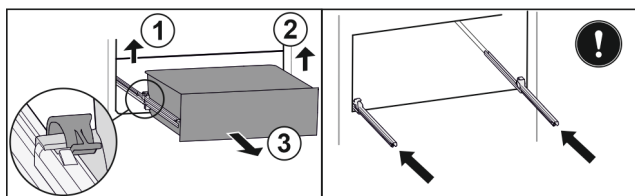

Fig. 79
- ▶ Podnieść lewy zacisk i wysunąć jednocześnie szufladę po lewej do przodu. Fig. 79 (1)
- ▶ Podnieść prawy zacisk i wysunąć jednocześnie szufladę po prawej do przodu. Fig. 79 (2)
- ▶ Wyjąć szufladę do przodu. Fig. 79 (3)